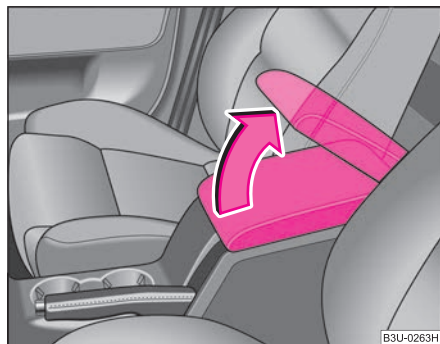

Fig. 103 Apoyabrazos entre los asientos del conductor y acompañante
- Levante la tapa del apoyabrazos ⇒ fig. 103.
- Abatir primero la tapa del apoyabrazos en dirección de la flecha completamente hacia arriba ⇒ fig. 103 y después completamente hacia abajo.